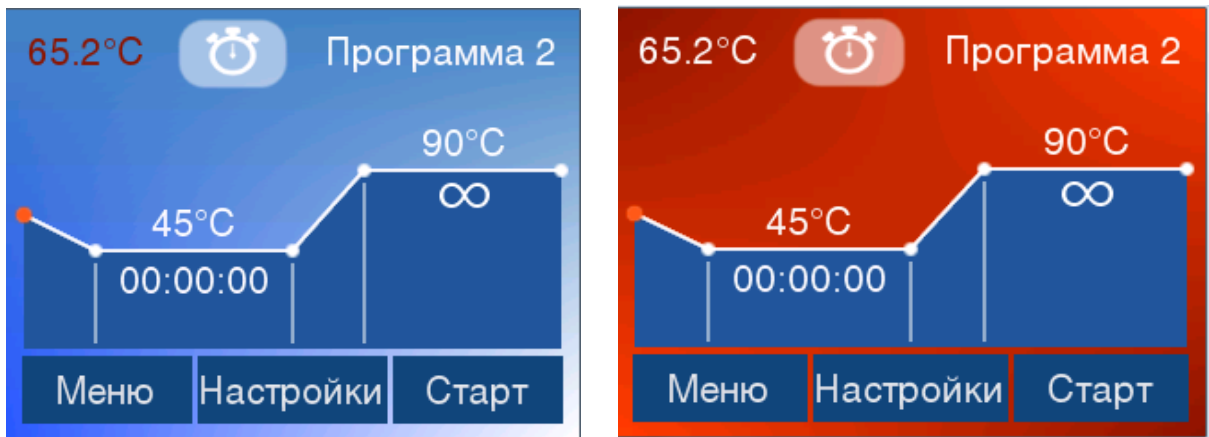

Рис. 9 Пример окна пользовательской программы при переходе в начало заданной программы (2 температурных полки, индикация перегрева матрицы).
- переход в начало пользовательской программы с индикацией перегрева матрицы (рис. 9);
Нажатием кнопки **Стоп** в любой момент можно остановить запущенный ранее процесс тепловой обработки. После нажатия кнопки **Стоп** на дисплее появится диалоговое окно, изображенное на рис.9, а матрица начнет охлаждаться или нагреваться до температуры первой полки запущенной пользовательской программы.
Если в окне программы в режиме ожидания текущая температура матрицы выше заданной «t°C Перегрева», будет происходить индикация, заключающаяся в периодической смене обычного бело-синего фона окна на предупреждающий красный (рис.9).